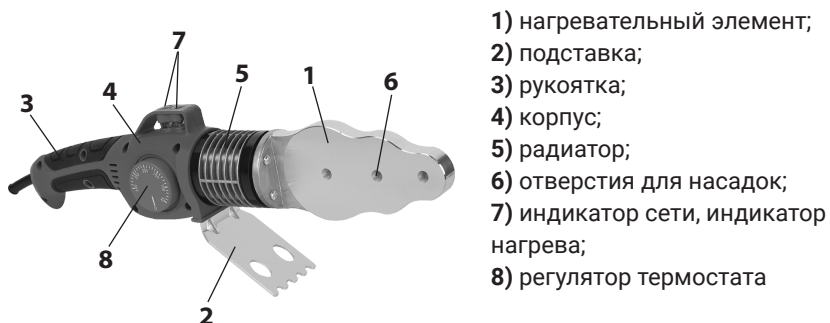

рис.1
6. Общий вид сварочного аппарата представлен на рис. 1
Поворотом регулятора термостата (рис.1 поз.8) по часовой стрелке аппарат включается (с характерным щелчком) и выставляется нужная для сварки температура. Термостат поддерживает (в интервале от 0 до 300 °С) выставленную температуру в автоматическом режиме.
Извлеките подставку из упаковки (рис.1 поз.2). Установите её на ровной и надёжной поверхности рабочего стола (верстака). Установите сварочный аппарат на подставку.
С обеих сторон нагревательного элемента (рис.1 поз.1) установите и через отверстия закрепите парные насадки, необходимые для предстоящей работы. Насадки должны быть чистыми. Насадки необходимо устанавливать так, чтобы наружный диаметр насадки не выходил за поверхность нагревательного элемента.
Для достижения рабочей температуры нагревательного элемента (рис.1 поз.1) и установленных насадок потребуется некоторое время. Индикаторные лампочки указывают на нагрев и готовность сварочного аппарата к работе. Будьте крайне осторожны.